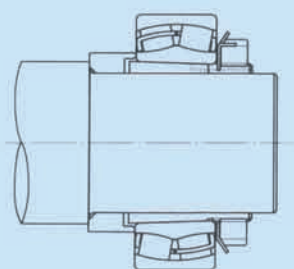
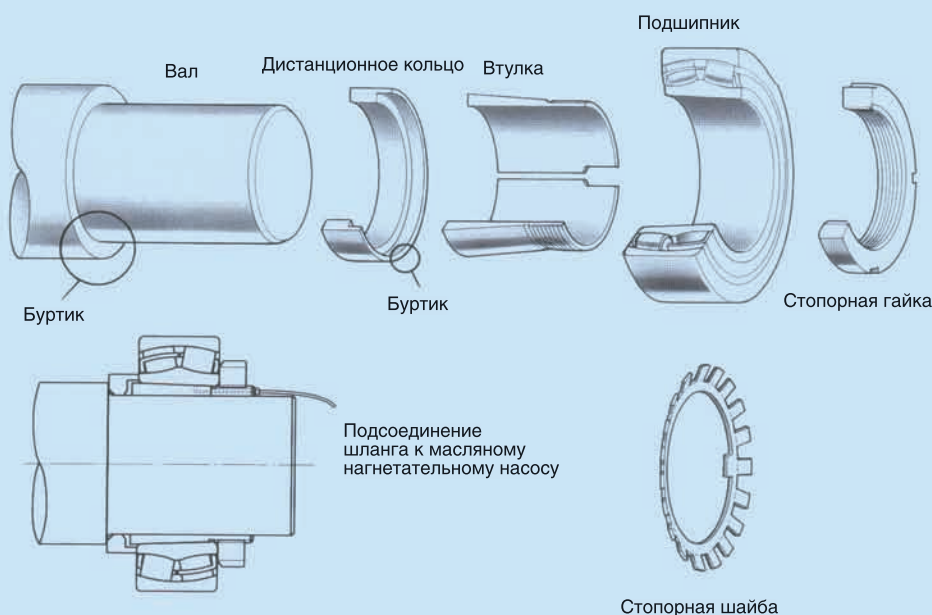

Рис. 6.13 Вид в собранном состоянии
Рис. 6.14 Способ с применением масляного нагнетательного насоса
- 3) Способ ввода масла под давлением (рис. 6.13 и рис. 6.14)